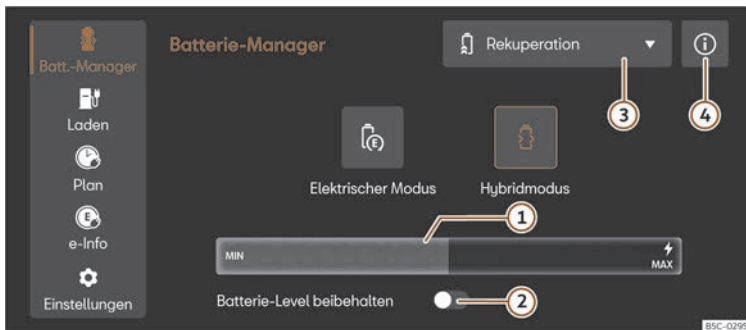

Abb. 123 Im Infotainment-System: Menü Batterie-Manager
- Wählen Sie im Infotainment-System **Elektrischer Betriebsmodus** oder **Hybrid-Modus**. Weitere Informationen zu dem Betriebsmodus finden Sie in ① >>> (Abb. 123) ④.
Legende zur >>> **(Abb. 123):**